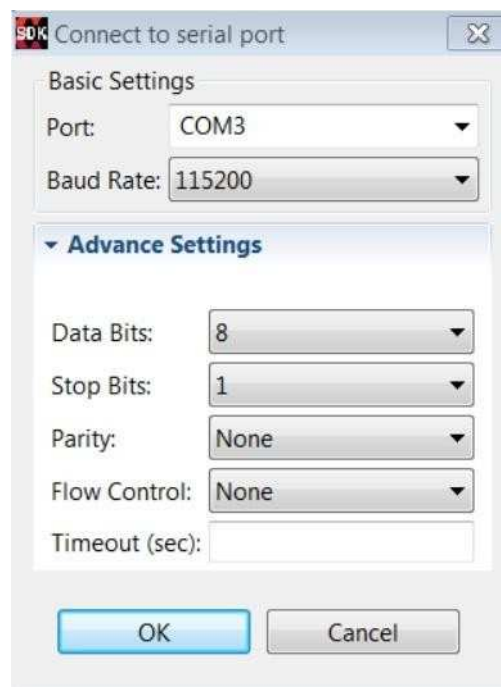

图 10-23:终端设置
- d.将波特率更改为 **115200**(图 10-23)。